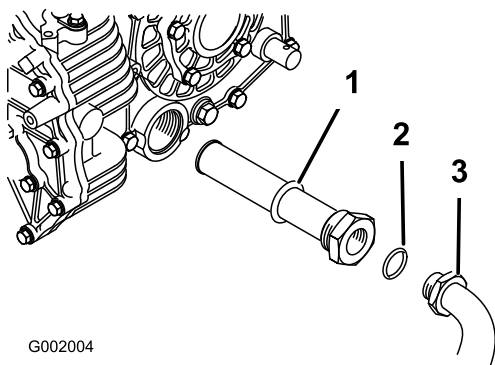

Figura 51
5. Togliete il flessibile idraulico ed il connettore a 90° (Figura 51).